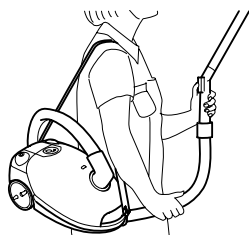

Abb. 16
4. Sie können den Staubsauger nun über der Schulter tragen (Abb. 16).